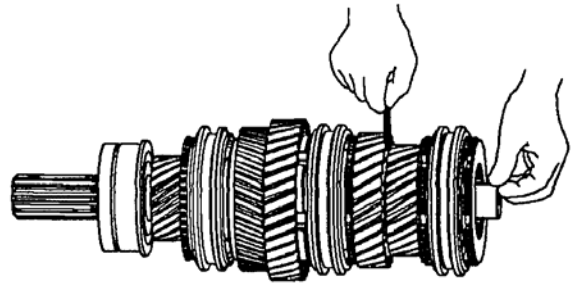

Рис. 6.33. Замер осевого перемещения шестерен 2 и 3 передач
30. При помощи щупа измерьте осевое перемещение шестерен 2 и 3 передачи, как показано на рис. 6.33.